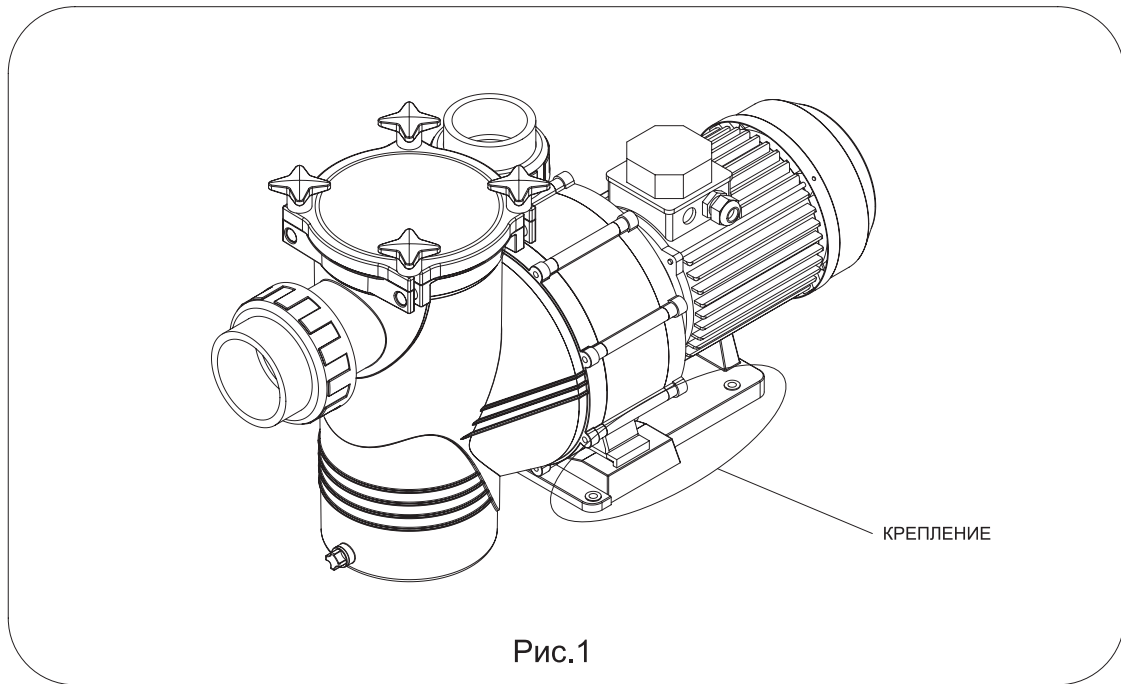

Рис.1
- Все насосы поставляются с ножкой с двумя отверстиями, вследствие чего их можно закрепить на полу с помощью анкера (Рис. 1).